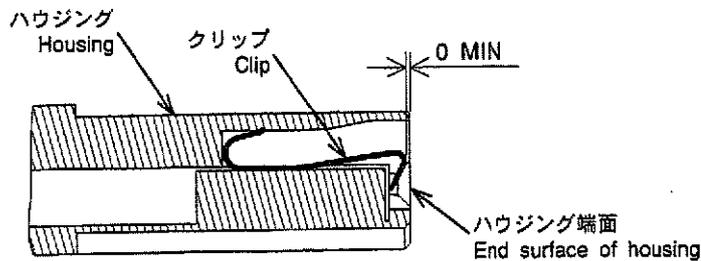

Fig.4
(3) クリップ全体が押し込まれた後、挿入工具をまっすぐに引出します。
**注記** シーケンシャル・クリップ装着後、シーケンシャル・クリップがハウジングの端面より突き出していないことを目視にて確認して下さい。(Fig.4を参照)
(3) Pull out the Insertion Tool from the housing after inserted the clip.
**NOTE** Check visually that the sequential clip did not protruded from the end surface of the housing after inserted the clip. (Fig.4)